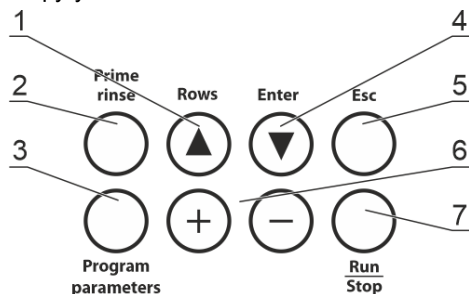
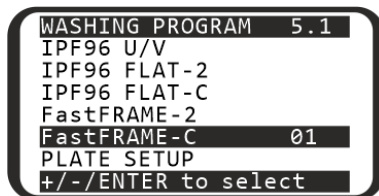
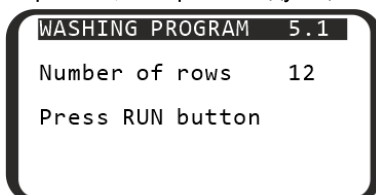
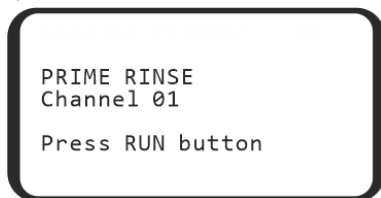

Рисунок 7. Кнопки на панели управления
Рисунок 8. Выбор программы
Рисунок 10. Выбор рядов
Рисунок 15. Промывка трубок. Выбор канала.
- Для выбора строки, используйте кнопку **Enter ▼** (рис. 7/4). Строки выделяются по кругу.
- Для изменения значения строки, используйте кнопки **+** и **-** (рис. 7/6)
5.5.2 На рисунке 8 пользователь выбрал первую программу (01) пятой категории (FastFRAME). В правом верхнем углу отображается выбор (5.1).
5.6.2 Чтобы просмотреть и изменить параметры выбранной программы, нажмите кнопку **Program parameters** (рис. 7/3).
- Для выхода без сохранения изменений, нажмите кнопку **Esc** (рис. 7/5)
5.7.1 По умолчанию, прибор промывает все ряды планшета. Если требуется промыть меньше рядов, то перед запуском, из меню выбора программы (рисунок 8), нажмите кнопку **Rows ▲** (рис. 7/1). Дисплей покажет меню выбора рядов (рисунок 10). Кнопками **+** и **-** установите количество промываемых рядов. Для отмены и возврата к выбору программы, нажмите **Esc**. Для начала работы, смотрите следующий пункт.
5.7.2 Запустите программу нажатием кнопки **Run/Stop** (рис. 7/7). Программу можно запустить из меню выбора программы, выбора параметров программы или выбора рядов (рисунки 8, 9, или 10). Если требуется вернуться к выбору программы, нажмите **Esc**.
6.2.3 Нажмите на кнопку **Prime Rinse** (рис. 7/2), на дисплее возникает надпись PRIME RINSE и выбранный канал Channel (от 1 до 3, рисунок 15). Кнопками + и - выберите канал, который присоединён к бутылки с водой. Номер канала можно найти на задней панели прибора (рис. 4/5–4/7).